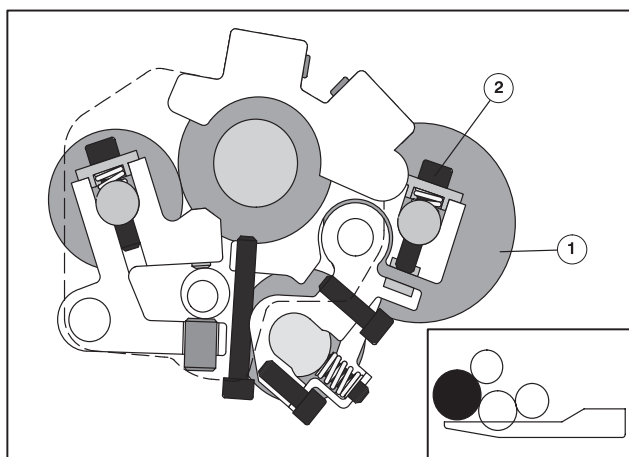

Рис. 27 Демонтаж накатного валика увлажнения
- ❶ Поверните аппарат увлажнения.
- ❷ Выкрутите полностью винт с внутренним шестигранником (Рис. 27/❷) на стороне привода и стороне обслуживания с помощью инструмента печатника и снимите вместе с крышкой и пружиной с оси валика.
- ❸ Выньте накатной валик увлажнения (Рис. 27/❶) из опор.